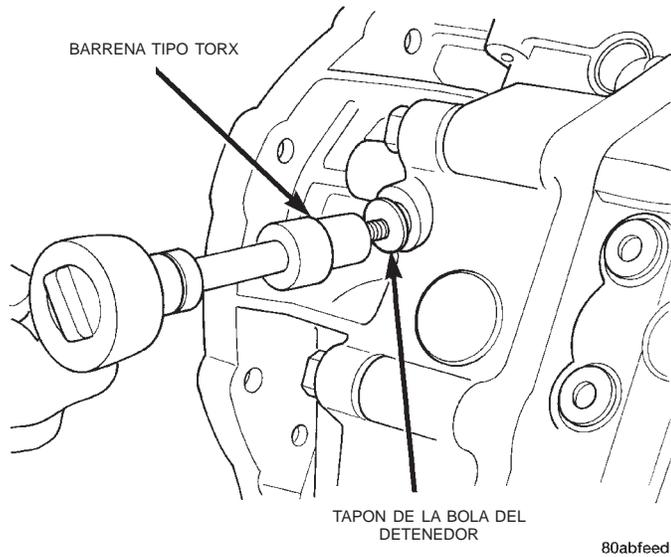
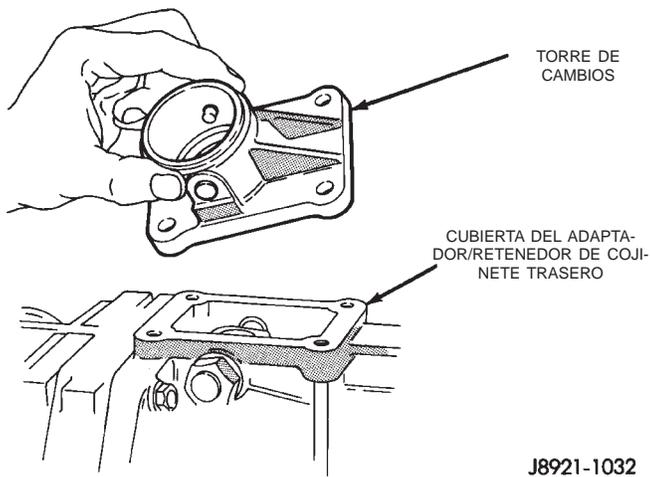
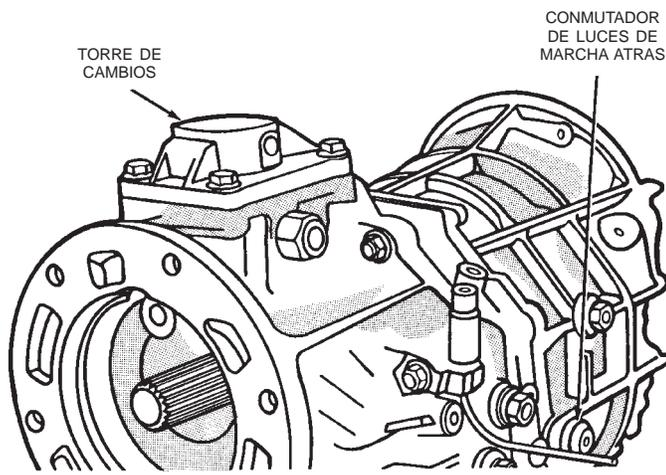

Fig. 46 Instalación del tapón de la bola del detenido
Fig. 47 Instalación de la torre de cambios
Fig. 48 Instalación del conmutador de luces de marcha atrás
(18) Instale y apriete el tapón detenedor con una torsión de 19 N·m (14 lbs. pie) (Fig. 46).
(19) Instale la empaquetadura de la torre de cambios en la torre de cambios.
(20) Instale el deflector de aceite y la empaquetadura de la torre de cambios en la cubierta del adaptador o retenedor de cojinete trasero.
(21) Instale la torre de cambios en la caja de transmisión (Fig. 47).
(22) Instale y apriete los pernos que fijan la torre de cambios a la caja de transmisión con una torsión de 18 N·m (13 lbs. pie).
(23) Instale anillos O de metal nuevos en el conmutador de luces de marcha atrás.
(24) Instale el conmutador de luces de marcha atrás (Fig. 48). Apriete el conmutador con una torsión de 44 N·m (32,5 lbs. pie).
(25) Instale una junta nueva en la cubierta del adaptador/retenedor de cojinete trasero.
(26) Instale el sensor de velocidad del vehículo, si fuese necesario.
(27) Instale la cubierta del embrague, el cojinete de desembrague, la horquilla de desembrague y el collarín de retención.